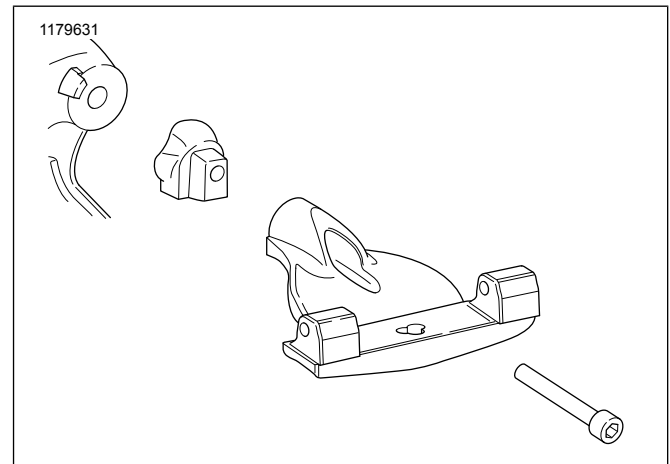
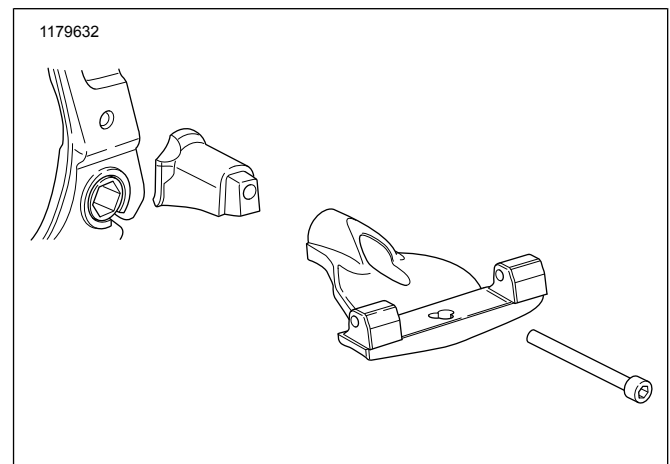

Figure 1. Pose côté droit : FXBR/S, FXBB, FLFB/S, FLSL, FXLR
Figure 2. Pose côté droit : FLSB, FLHC, FLDE
2. **Modèles FXBR/S, FXBB, FLFB/S, FLSL et FXLR :** voir Figure 1. **Modèles FLSB, FLHC et FLDE :** voir Figure 2. Positionner le support de marchepied. Enduire de frein filet Loctite 243 la vis à capuchon à tête creuse et l'insérer à travers l'ensemble de marchepied et l'adaptateur approprié, puis dans le trou de montage.